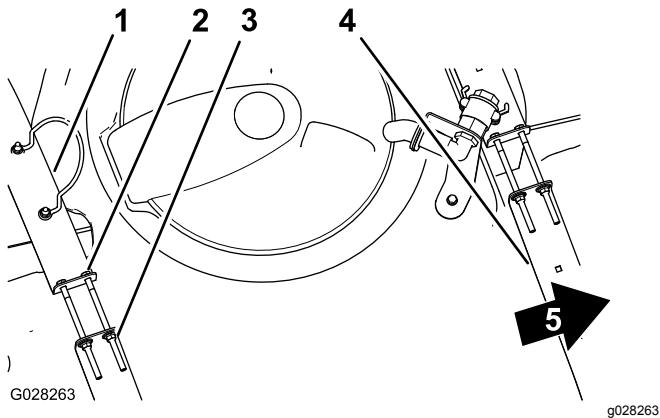

Bild 81
2. Prüfen Sie, ob Sie zwischen den Behälterriemen und dem Behälter eine Bewegung feststellen können (Bild 81).
3. Wenn die Behälterriemen lose am Behälter angebracht sind, ziehen Sie die Sicherungsbundmutter und Schrauben oben an den Riemen an, bis sie mit der Behälterfläche bündig sind (Bild 81).